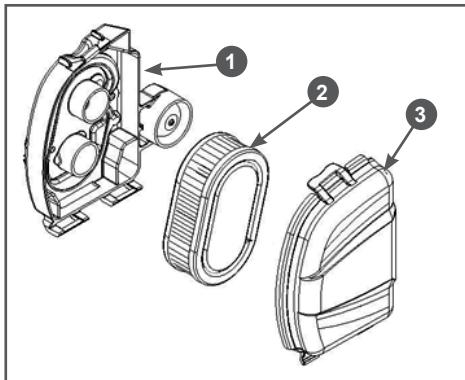

Рис. 19 Обслуживание воздушного фильтра
1. Отогните фиксатор крышки воздушного фильтра и снимите крышку 3 воздушного фильтра (Рис. 19).
2. Извлеките фильтрующий элемент 2 (Рис. 19).
Бумажный фильтрующий элемент 2 (Рис. 19) не подлежит очистке, необходима его замена.